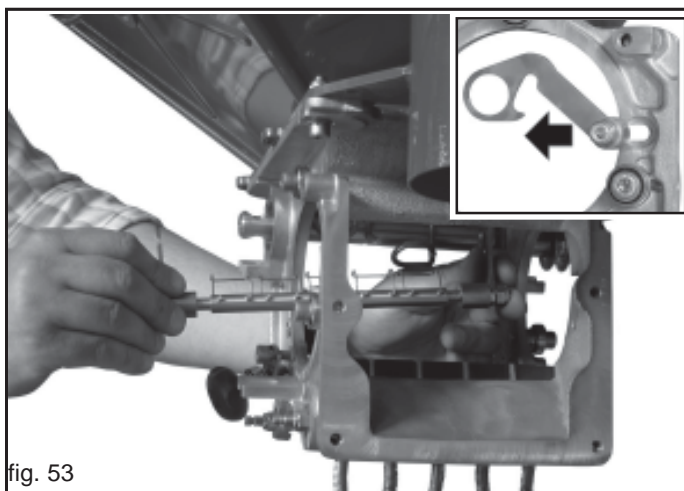

fig. 53
- 4) Reinigungswelle nach vorne ziehen und aus dem Dosiergeraet entnehmen. (Fig. 53).